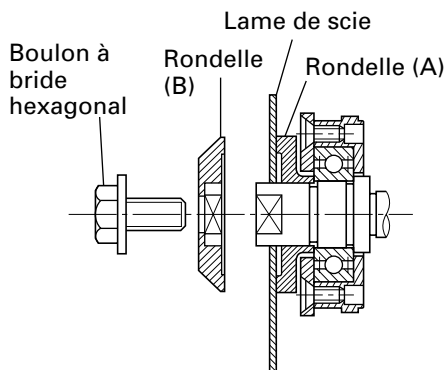

Fig. 19
- (1) Bien retirer toute la sciure qui s'est accumulée sur l'axe, le boulon et les rondelles.
- (2) Pour monter la lame, les côtés concaves des deux rondelles (A) et (B) doivent rentrer dans les côtés de la lame. Monter la lame sur l'axe, puis fixer la rondelle (B). (Voir Fig. 19)
- (3) Pour s'assurer que la lame tourne dans le bon sens, il faut que la flèche de la lame soit dirigée dans le même sens que celle du carter de lame.
- (4) Avec les doigts, serrer le boulon hexagonal qui fixe la lame de scie au maximum. Puis, appuyer sur le levier de verrouillage, verrouiller l'axe et serrer le boulon à fond.
- (5) Vérifier que le levier de verrouillage se trouve sur sa position d'origine.